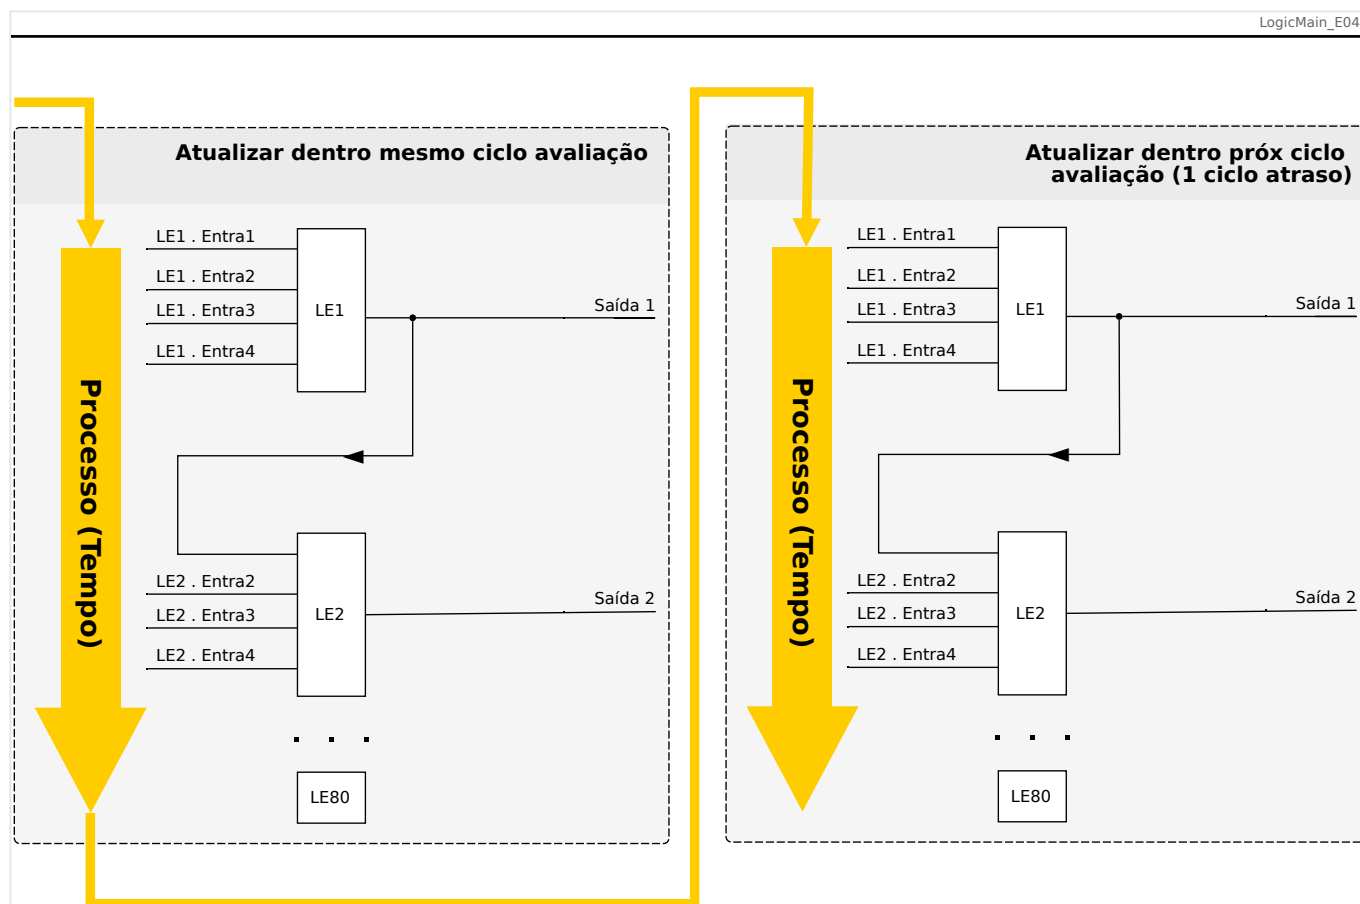
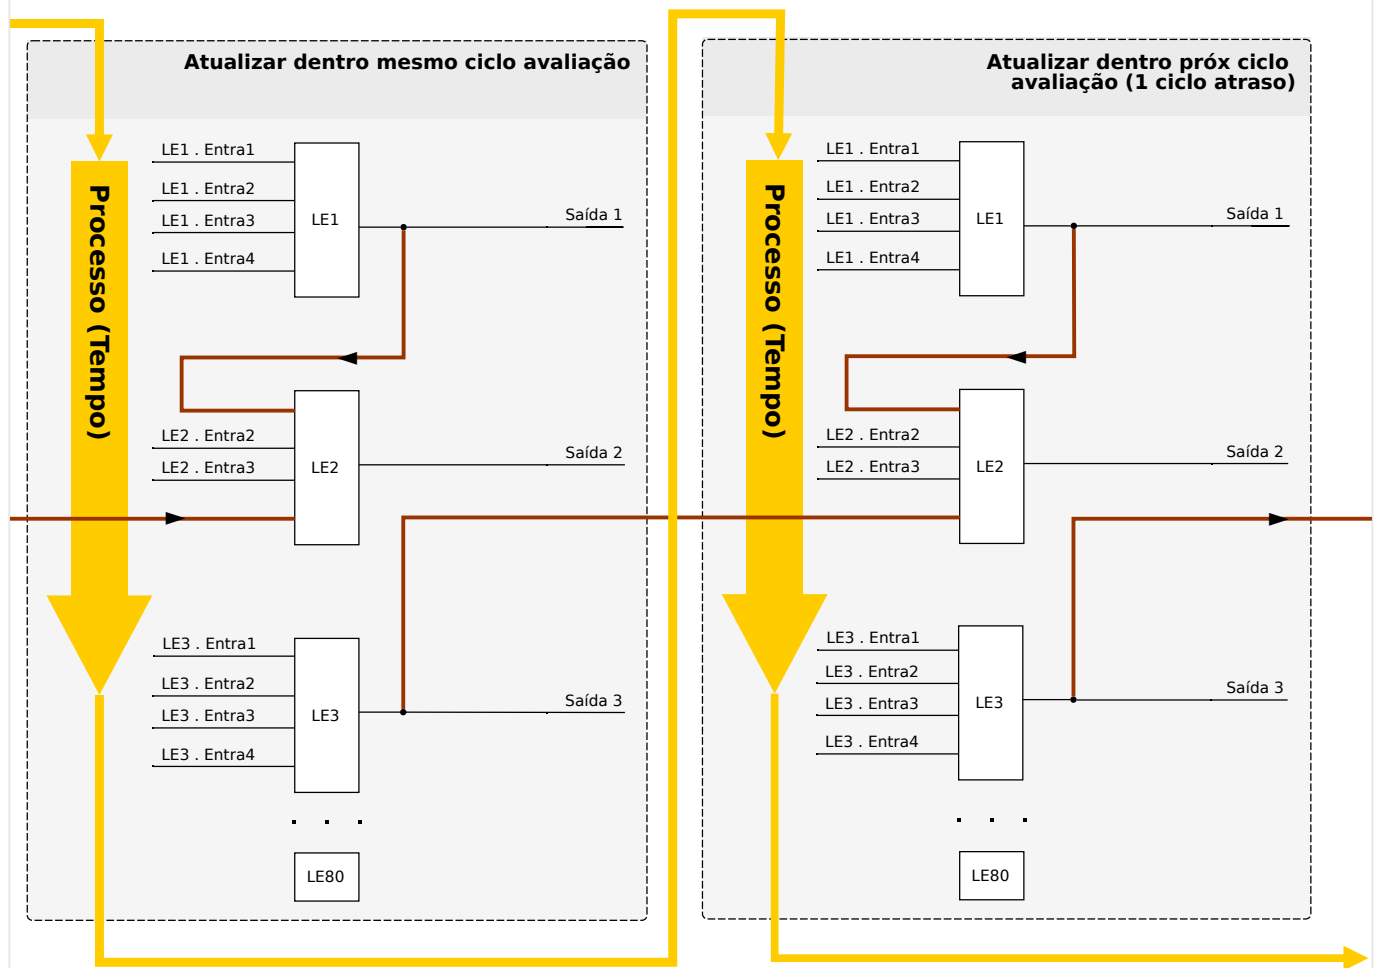

Fig. 77: Em cascata crescente.
Fig. 78: Em cascata decrescente.
- Sequência **ascendente** significa que alguma saída é alimentada na entrada de uma equação lógica com o número **mais alto**. Por exemplo, o diagrama  Fig. 77 abaixo mostra um exemplo em que o resultado da Equação Lógica LE1 é usado como uma entrada da Equação Lógica LE2.
- Sequência **descendente** significa que alguma saída é alimentada na entrada de uma equação lógica com o número **mais baixo**. Por exemplo, o diagrama  Fig. 78 mostra um exemplo em que o resultado da Equação Lógica LE3 é usado como uma entrada da Equação Lógica LE2.
Tanto a sequência ascendente como a descendente podem ser usadas e combinadas entre si, sem diferença imediata. Contudo, devido à avaliação de todas as equações em ordem ascendente, os valores de tempo de execução reais que são alimentados na entrada de uma equação terão uma “idade” diferente, como mostrado em  Fig. 77 e  Fig. 78 abaixo.
No exemplo mostrado em  Fig. 78 acima, a “Equação Lógica 2” usa os estados de saída de duas outras equações, “Equação Lógica 1” e “Equação Lógica 3”. O resultado da “Equação Lógica 1” é usado em ordem ascendente e, portanto, foi avaliado dentro do mesmo ciclo do processo. O resultado da “Equação Lógica 3” é usado em ordem descendente e, portanto, foi avaliado dentro do ciclo de processo anterior.